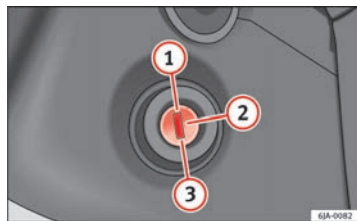

Fig. 102 Posições da chave da ignição
- Durante o andamento com o motor parado, a chave da ignição tem de estar sempre na posição  ⇒ Fig. 102 ⇒ Página 143 (ignição ligada). Esta posição é assinalada através das luzes de aviso. Não respeitar esta regra poderá causar um bloqueio inesperado da direcção – Risco de acidente!
- O motor de arranque só pode ser accionado (posição da chave na ignição  ⇒ Fig. 102 ⇒ Página 143) se o motor estiver parado. Ao accionar o motor de arranque com o motor em movimento, ambos podem sofrer danos.
- Pise o pedal da embraiagem a fundo ② → Fig. 102 → Página 143 e ligue o motor ③ – sem pisar o pedal do acelerador. Mantenha pressionado o pedal da embraiagem até o motor arrancar.
- Solte a chave da ignição quando o motor arrancar. A chave volta à posição ②.
- Se ao fim de 10 segundos o motor não ligar, coloque novamente a chave na posição ①. Repita a operação após 30 segundos.
Desligue o motor rodando a chave da ignição até à posição ① ⇒ Fig. 102